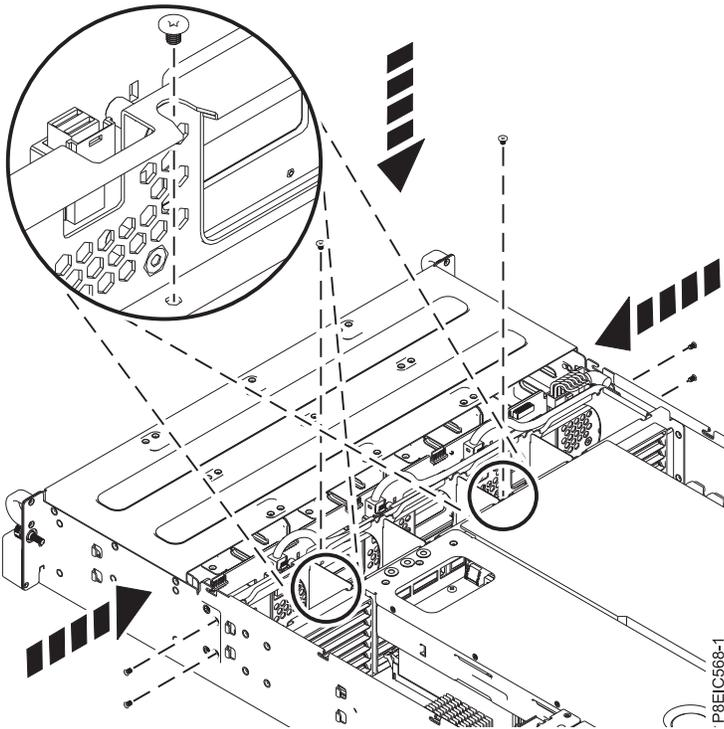

Abbildung 31. Schrauben an der Rückwandplatine des Laufwerks austauschen
5. Tauschen Sie an der Unterseite der Rückwandplatine des Laufwerks zwei Schrauben aus (siehe Abb. 31).
6. Tauschen Sie an den Seiten des Chassis 2 oder 4 Schrauben aus, um die Rückwandplatine des Laufwerks zu befestigen (siehe Abb. 31).